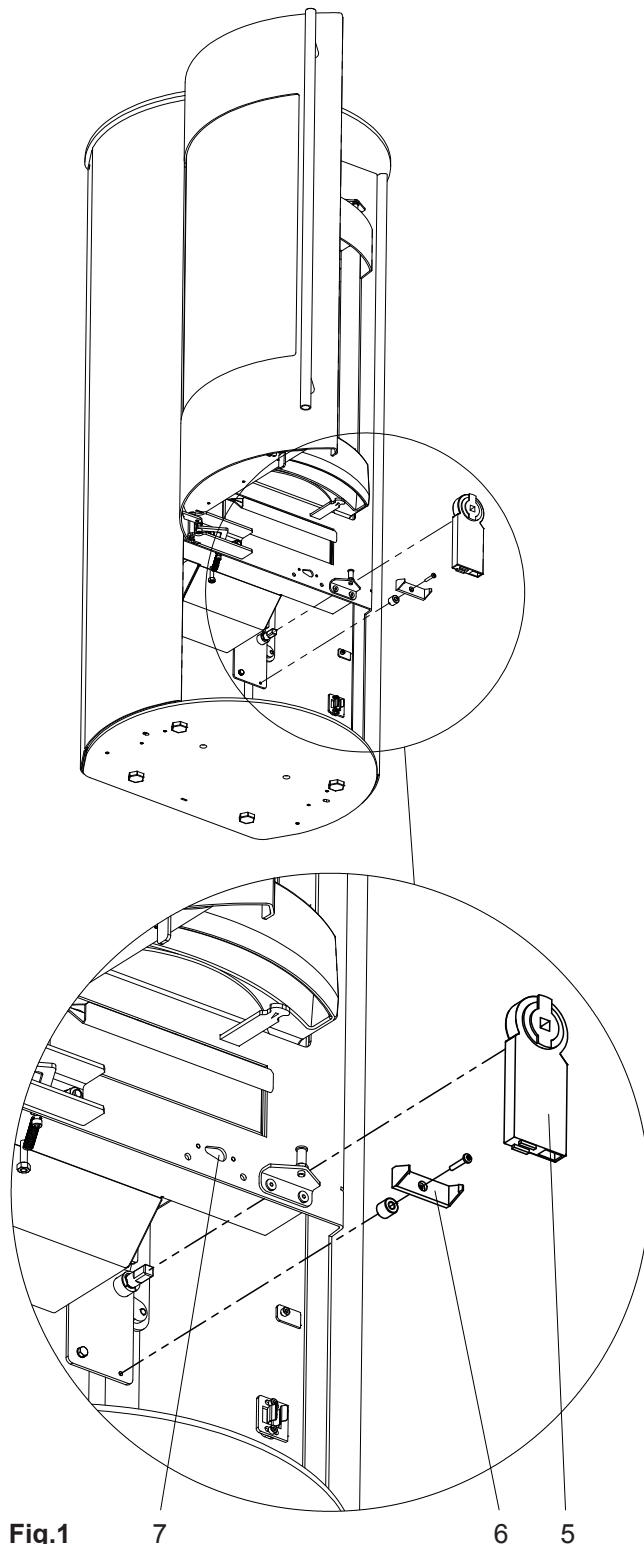

Fig.1
- Klembeugel van kunststof (6) met afstandhuls op de motorconsole vastschroeven. Servomotor (5) op de rotatieas van de luchtschuifveel schuiven en in de klembeugel van kunststof vastklikken (Fig.1).
- De deurcontactschakelaar (positie bevestiging zie Fig.1), de temperatuursensor en de kabel van de elektriciteitsvoorziening zoals in de Instructies OEC beschreven monteren.